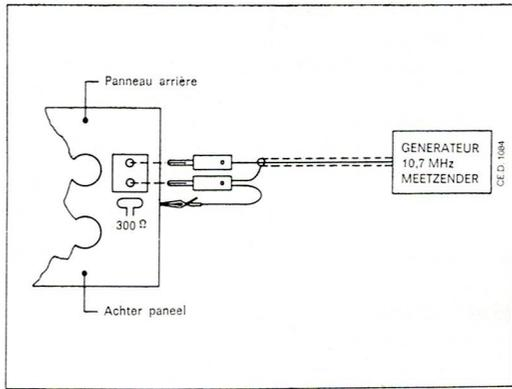

fig. 8
1. Le signal à 10,7 MHz est injecté à la prise d'antenne, conformément à la figure 8.	<input type="checkbox"/>